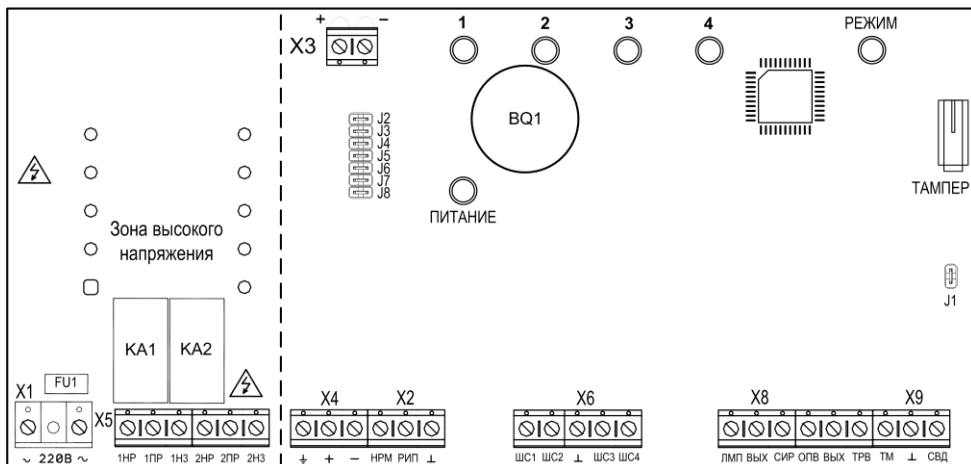

Рис.12 Плата БШС4П
Прибор Карат позволяет подключить до 57-ми блоков расширения БШС4П. Подключение блока к прибору осуществляется по 2-х проводной адресной линии. Схема подключения и обозначения клеммников – см. рис.А11, рис.12 и табл.30.
Для перевода блока в режим программирования необходимо, при поданном питании, снять перемычку J1 (рис.12).
7. Запишите номер в память модема. Для этого нажмите, на 1 секунду, кнопку тампера на плате БШС4П (рис.12).